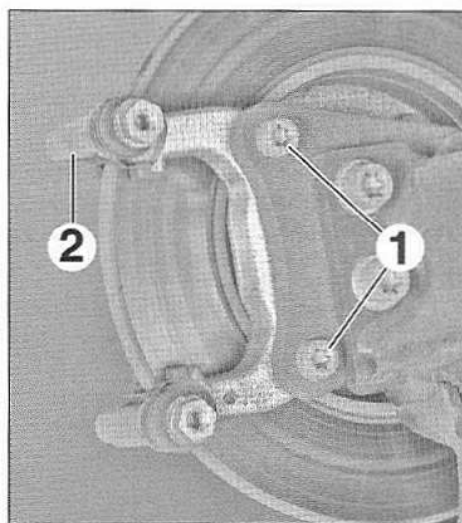

FIG.23
- Déposer (Fig.23) :
- les vis (1),
- le support d'étrier (2).